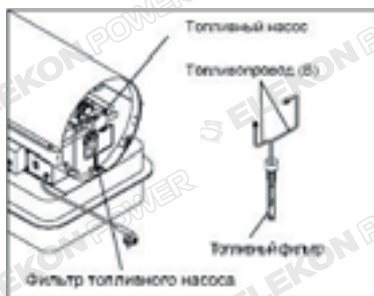

Рис. 14. Извлечение фильтра из топливного бака
- Отсоедините топливопровод (В) от топливного насоса и фильтра), используя ключ 3/8" (см. рис.14).